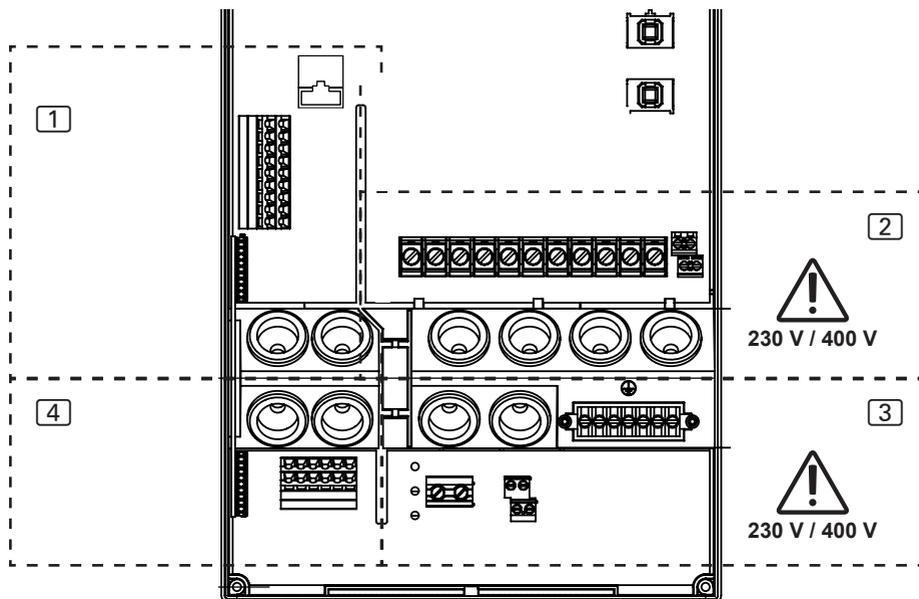

Rys. 3 Odłączanie płaskiego kabla taśmowego
3. Ostrożnie pociągnij płaski kabel taśmowy **E**, aby go wyjąć z gniazda (**Rys. 3**).